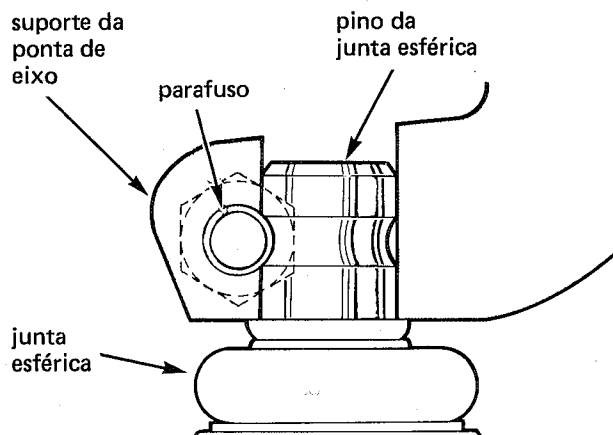

fig. 32
4. Posicionar a junta esférica do braço inferior no suporte da ponta de eixo (fig. 14). Instalar o parafuso de fixação "Torx", com a cabeça para trás, certificando-se de um perfeito ajuste no rebaixo do eixo da junta esférica; apertá-lo ao torque especificado (fig. 32)